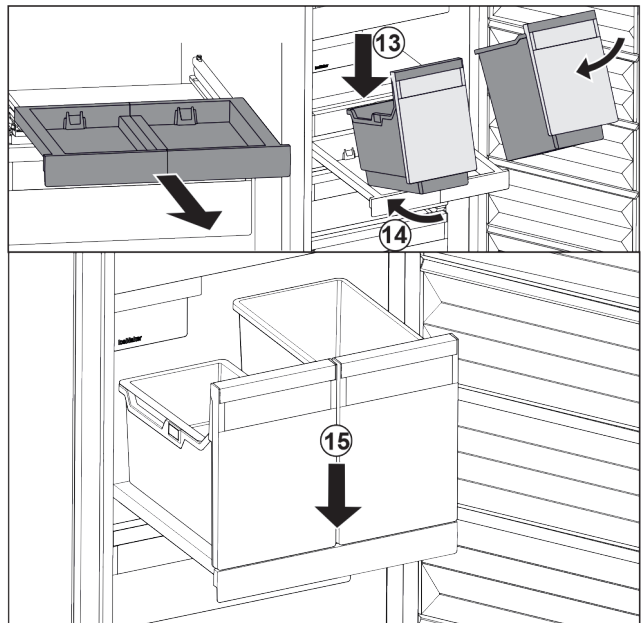

Fig. 35
- ▶ Наклоняя вниз, установите контейнеры на выдвижную панель. Fig. 35 (13)
- ▶ Вставьте контейнеры, наклоняя вниз, назад. Fig. 35 (14)
- ▶ Снимите контейнеры спереди. Fig. 35 (15)